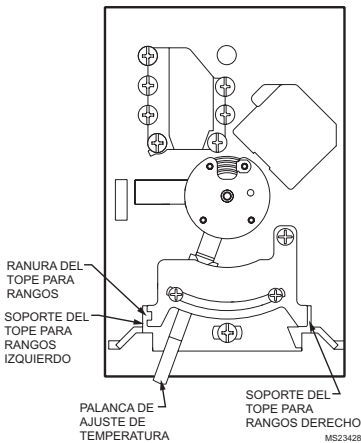

Fig. 2. Termostato con la tapa frontal extraída.
3. Inserte la ranura del tope para rangos debajo de la pestaña del soporte del tope para rangos izquierdo. Vea la Fig. 2.
4. Ubique el lado derecho del tope para rangos contra el soporte del tope para rangos derecho. Vea la Fig. 2.